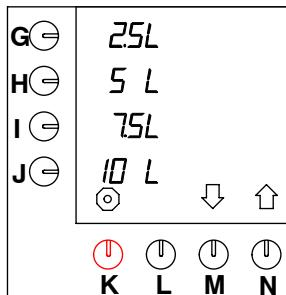

Fig. 23 Teclas de preselección por estandar
La máquina está ajustada para utilizar L (=litros) por estandar. Estas unidades pueden ser cambiadas. (Esta unidad es la mostrada por estandar con las teclas de selección, ver fig. 23).
- Mantenga apretada la tecla de programación (N.)↑ hasta que en el display aparezca fig. 23 .